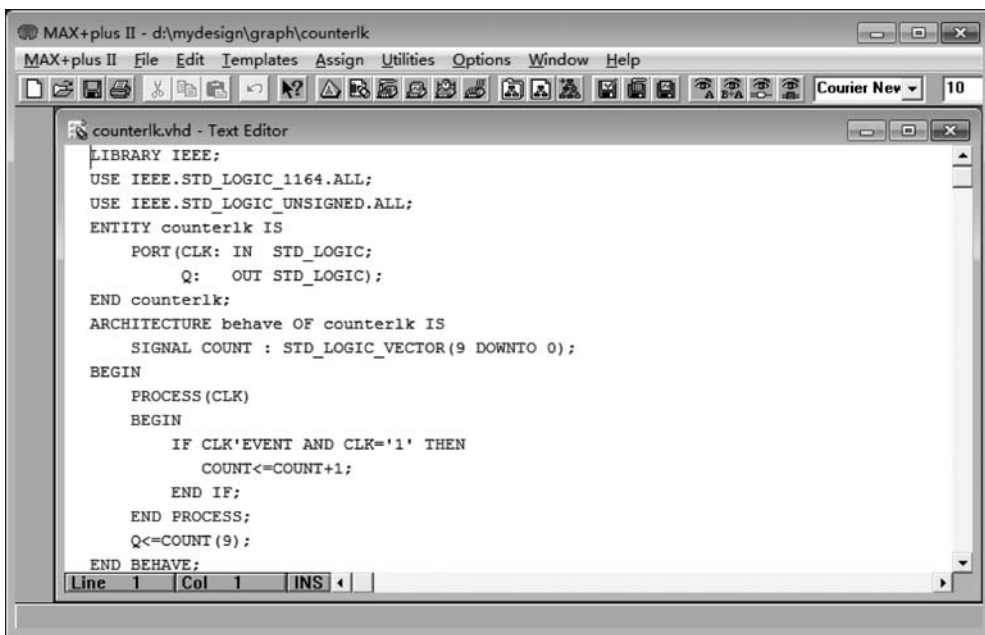

图 3.29 十位二进制计数器文本
(3) 在文本编辑器中输入 10 位二进制计数器的代码,如图 3.29 所示。